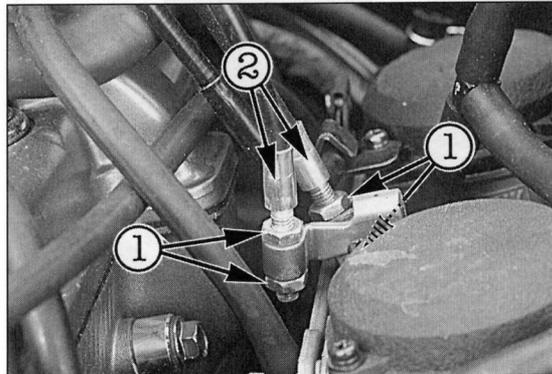

Bild 39
- Grössere Einstellungen nach Abnahme des Tanks an unterer Seilzugaufnahme (Bild 39) vornehmen. Zuvor Einsteller am Gasdrehgriff ganz eindrehen. Gegenmutter lösen und Einsteller ein- oder ausdrehen, bis Spiel im Sollwertbereich liegt.